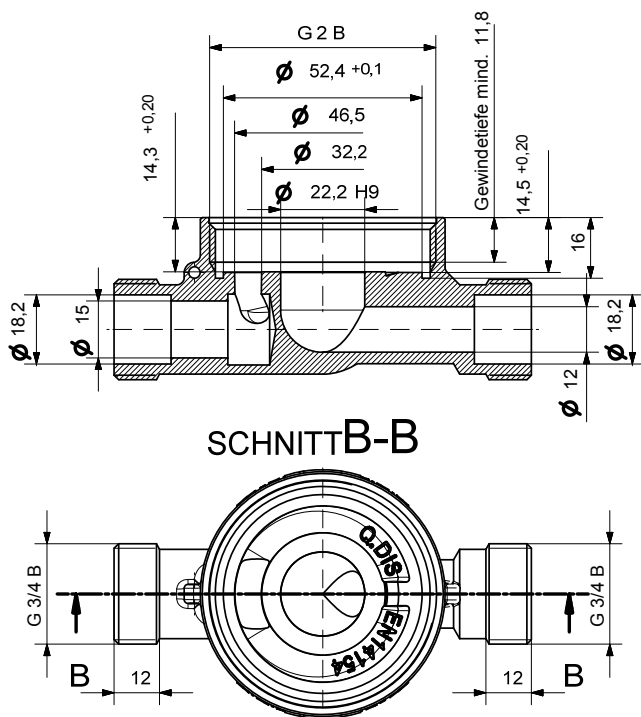

Abb. 5: EAT
- Ist bereits ein vorinstallierter EAT vorhanden, so ist sicherzustellen, dass dieser der Zeichnung in Abb. 5 entspricht.